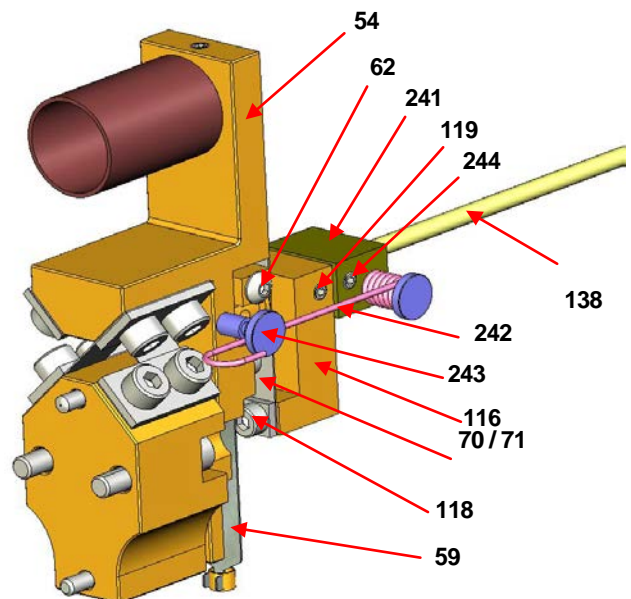

Figure 20
- e. Positionner l'ensemble **verticalement** sur la tige en respectant une distance de 59,5 mm  $\pm$  0,5 entre la lamelle d'accouplement (71) et la bride du tube de torsion (voir figure 20). Bloquer fermement ce dispositif sur la tige au moyen des deux vis latérales (119).
- f. Mettre l'ensemble de ressort de rappel à 1 mm de l'ensemble d'accouplement. L'aligner avec l'accouplement et le fixer sur la tige de transmission avec les deux vis latérales (244).